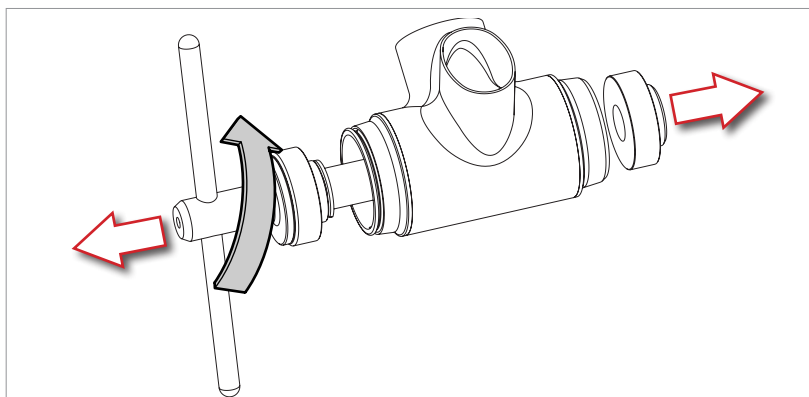

Fig.4
- Ruotate in senso antiorario la leva dell'utensile UT-BB240 fino a svitare completamente la guida calotta sinistra e successivamente estraete la vite (Fig. 4).